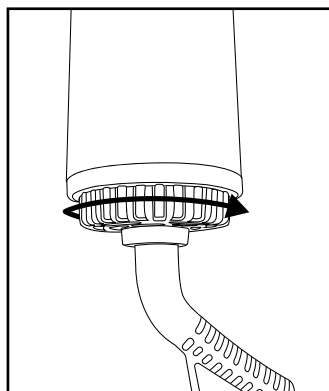
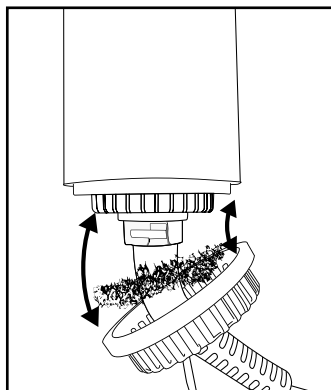

Fig. 3
Fig. 4
- Elimine el pelo de los accesorios ❸-❶ con los dedos. Sumerja los accesorios ❸-❶ en agua templada para la limpieza. Puede utilizar un producto de limpieza suave; tras esto, enjuáguelo con agua abundante. Deje que los accesorios ❸-❶ se sequen completamente antes de volver a montarlos en el aparato.
- Compruebe que la rejilla de aspiración de aire ❹ no tenga ningún pelo ni pelusa. Límpiela con un cepillo seco.
- Limpie con regularidad el filtro situado detrás de la rejilla de aspiración de aire ❹, pero, como muy tarde, cuando se aprecien restos de suciedad. Para ello, gire al máximo la rejilla de aspiración de aire ❹ y después tire de ella hacia abajo para extraerla (consulte las figs. 3 y 4) (en caso necesario, gírela al mismo tiempo ligeramente de un lado para otro). Retire las pelusas y restos de suciedad del filtro con los dedos y, en caso necesario, con un cepillo suave. Vuelva a introducir el filtro en la cesta de la rejilla de aspiración de aire ❹ ejerciendo presión para poder montar de nuevo la rejilla de aspiración de aire ❹ a continuación. Coloque la rejilla de aspiración de aire ❹ en el alojamiento del aparato y gírela para fijarla. Para ello, observe las dos pequeñas ranuras del casquillo del cable de red ❻ (consulte la fig. 4) en las que deben introducirse las contrapiézas correspondientes de la parte interior de la abertura de la rejilla de aspiración de aire ❹.